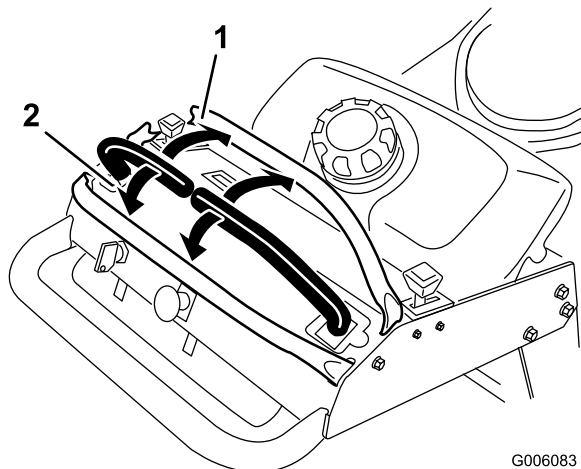

Figura 9
3. Per fare marcia avanti spingete lentamente in avanti le leve di controllo del movimento (Figura 9).
Per spostarvi in linea retta, applicate una pressione identica su entrambe le leve di controllo del movimento (Figura 9).
Per girare, spostate la leva di controllo del movimento verso il folle, nella direzione in cui volete voltare (Figura 9).
2. Per fare marcia indietro tirate lentamente indietro le leve di controllo del movimento (Figura 9).
Per girare, rilasciate la pressione sulla leva di controllo del movimento verso la direzione in cui volete voltare (Figura 9).